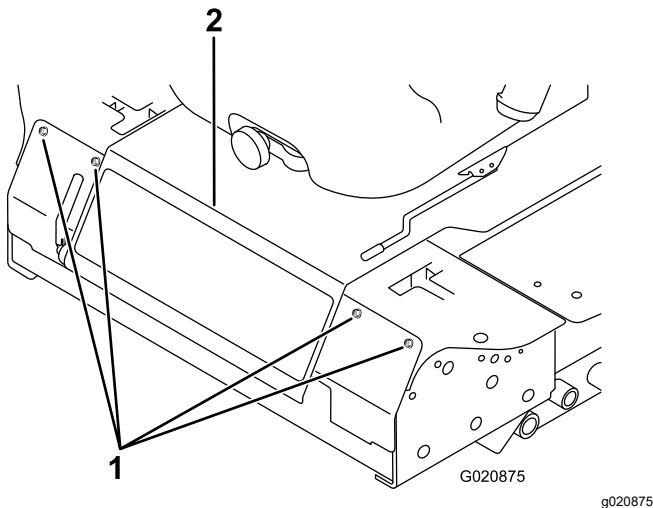

Figura 42
2. Afloje los pernos del panel delantero y retire el panel (Figura 42).